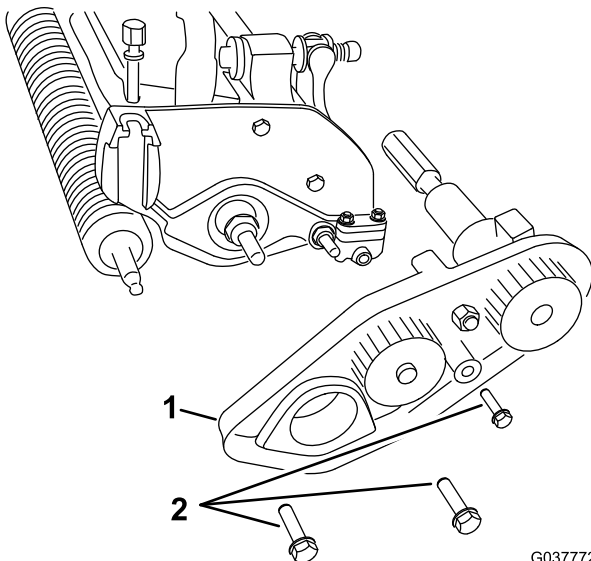

Figure 8
4. Retirez les 3 boulons qui fixent l'entraînement de courroie à l'unité de coupe (selon l'équipement) et déposez l'entraînement complet (Figure 8).